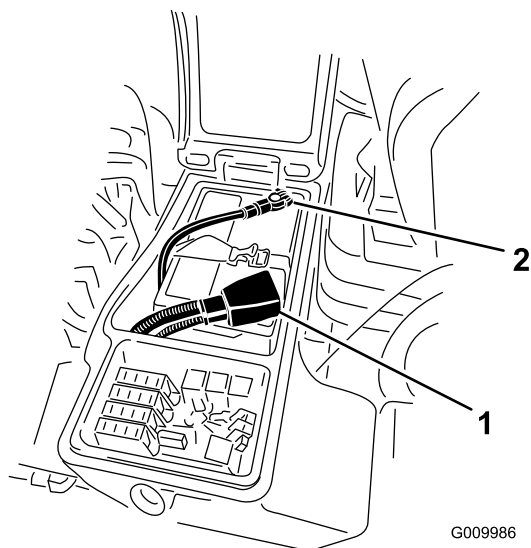

図 48
6. 赤いケーブルをバッテリーの端子に、黒いケーブルはバッテリーの端子に固定する 図 48